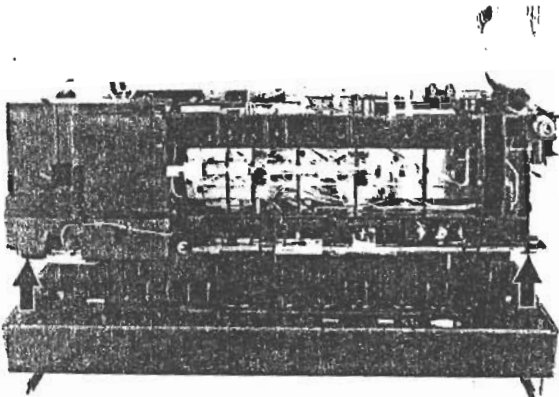

Abb. 1
4. Chassis aus dem Gehäusevorderteil nehmen (Abb.1)